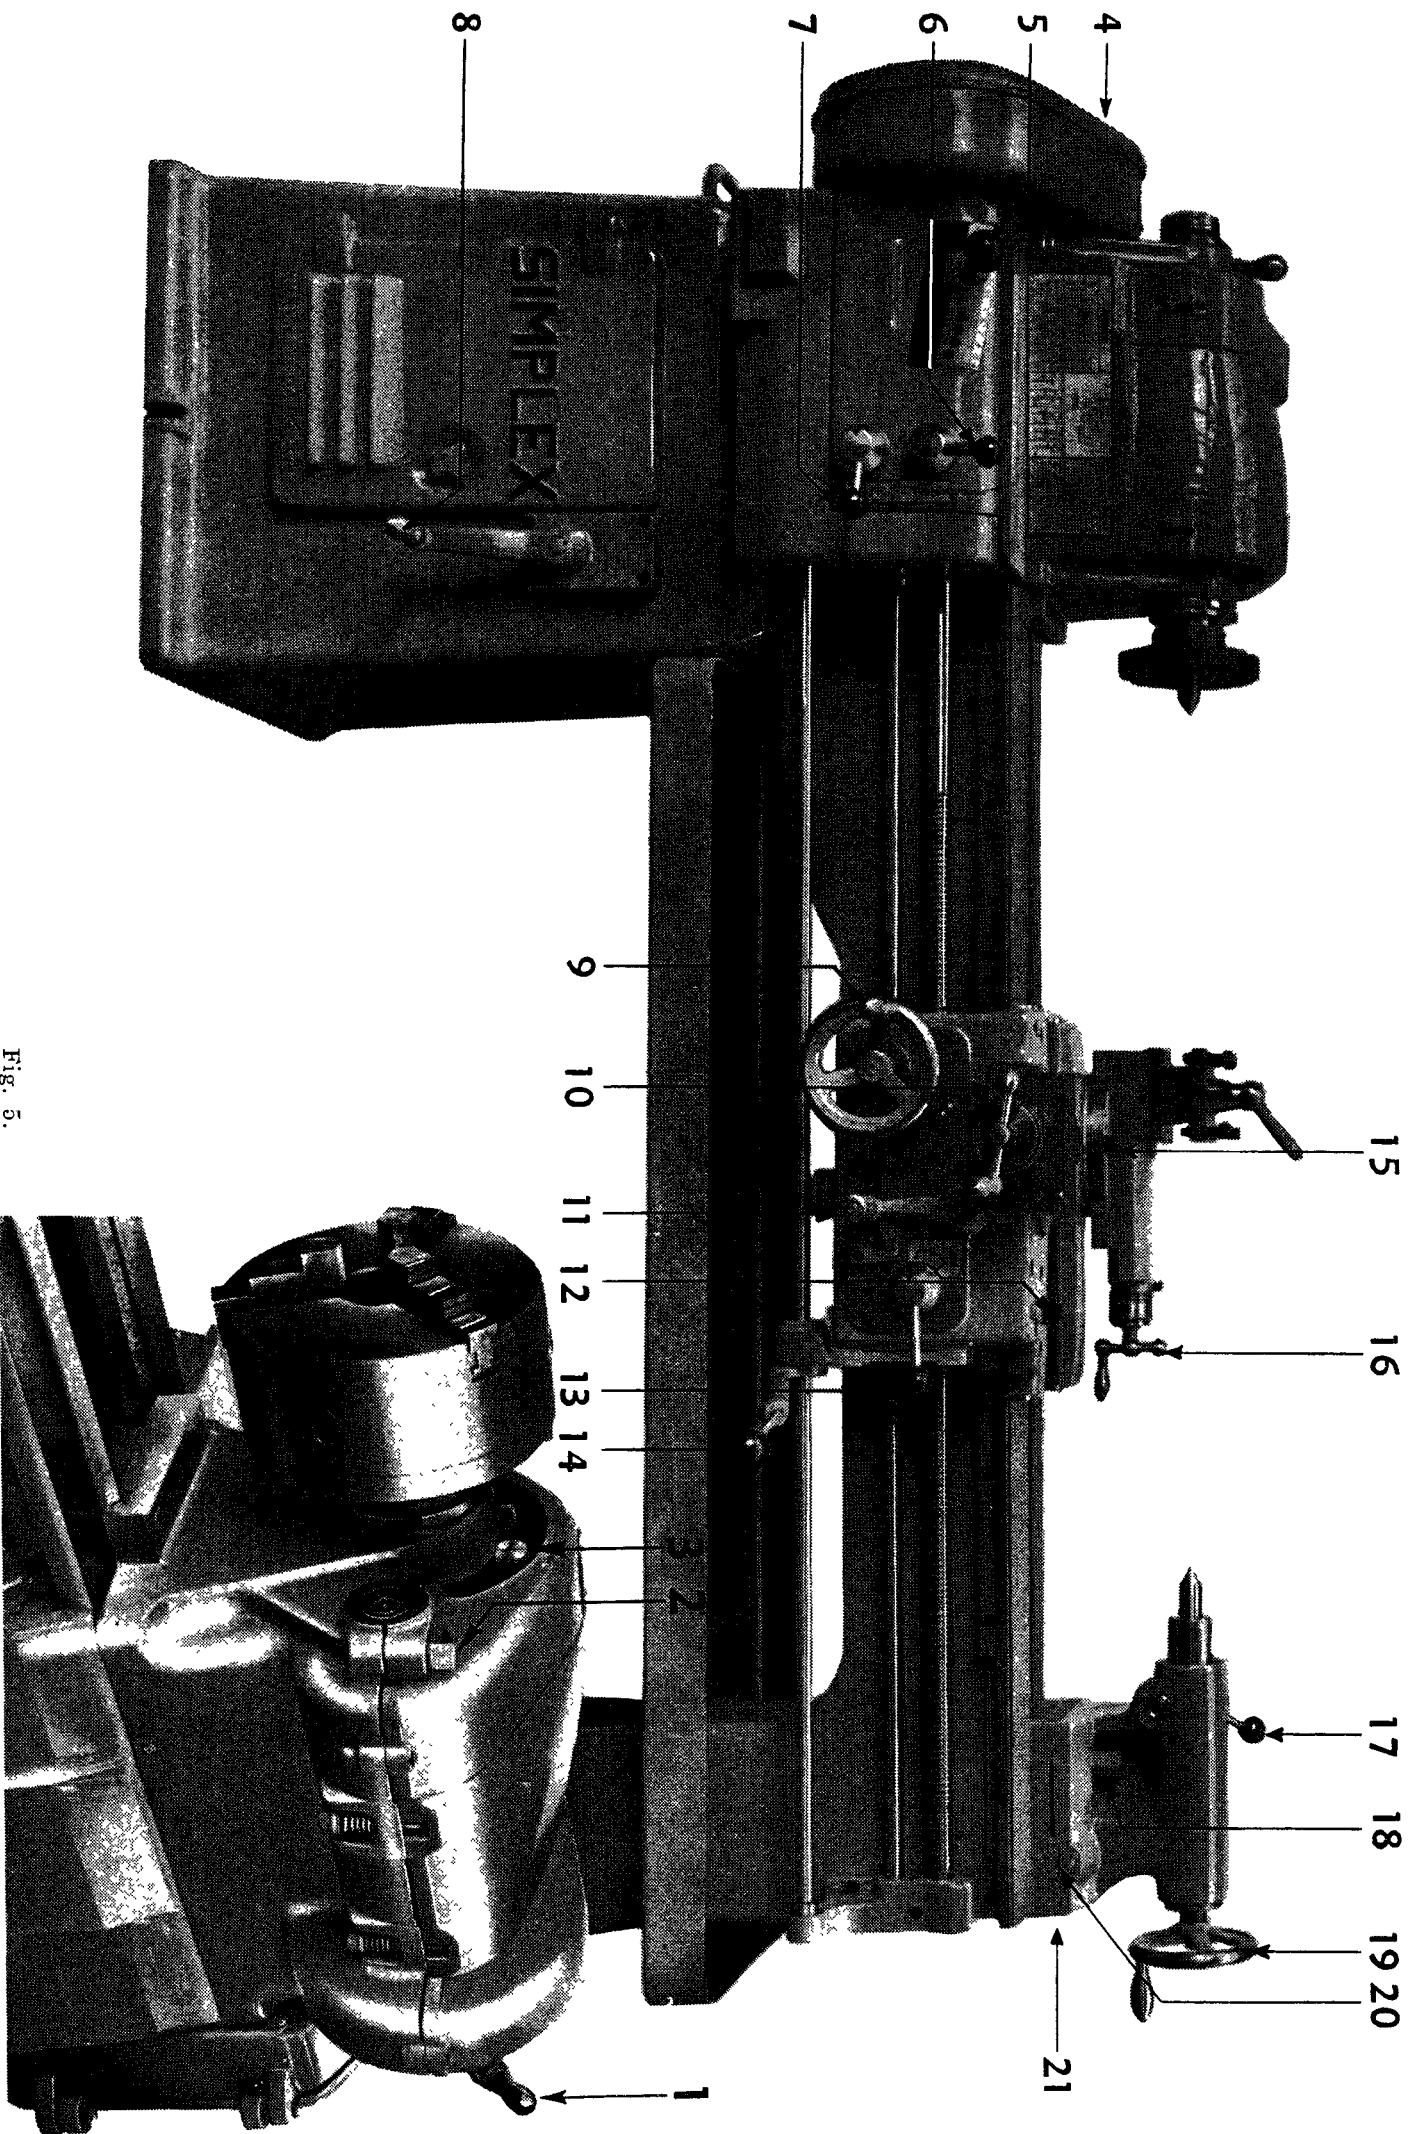

Fig. 5.
N. B. — Il peut arriver que l'enduit anti-rouille soit à ce point durci sur les glissières du banc que le chariot s'en trouve bloqué. Il y a lieu alors de dévisser les vis fixant les lardons du chariot contre les glissières inférieures du banc et de desserrer largement la vis 12 (fig. 5).
Après nettoyage complet et graissage, n'oubliez pas de resserrer les lardons. La vis de blocage 12 (fig. 5) restera desserrée pour tous travaux autres que la plongée.
- B. La manette de commande de celui-ci (manette 14 de la fig. 5);
2° Le moteur du dispositif d'arrosage est raccordé à l'interrupteur inverseur (A). Dans un tel tour, la manette B (manette 14, fig. 5) donne, en position 1, du courant au moteur principal, et, en position 2, elle donne du courant à la fois au moteur principal (1) et au moteur du dispositif d'arrosage (3). La pompe débite dans les deux sens de rotation possibles du moteur. L'arrêt du moteur principal entraîne celui de la pompe.
- B. La manette de commande de celui-ci (manette 14, fig. 5);
**Attention.** — Le raccordement du moteur du dispositif d'arrosage est fait de telle sorte que l'arrêt du moteur principal entraîne l'arrêt de la pompe, même si l'interrupteur (2) particulier à la pompe est ouvert.
N° des flèches sur la fig. 5	FONCTION DE LA MANETTE
### OBTENTION DES VITESSES A LA VOLEE (voir fig. 5)
**Attention.** — Les pas ci-dessous ne peuvent être obtenus qu'aux vitesses du harnais, le bouton 4 (fig. 5) placé en position D.